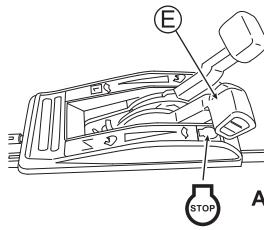

Abb. 14
- Der Motor stirbt ab, wenn der Klingenhebel betätigt wird, während der Gashebel (E) auf "|\| " steht.
- Stellen Sie den Gashebel (E) auf "STOP". (Siehe Abb. 14)